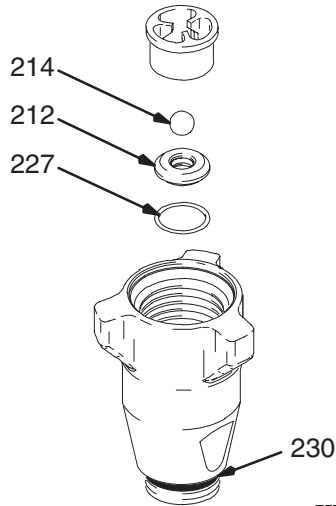

Fig. 23
Fig. 23. Volte a colocar a válvula de admissão com os novos anéis em O (227) e (230), a sede (212) e a esfera (214). É possível inverter a sede e utilizá-la ao contrário. Limpe minuciosamente a sede.